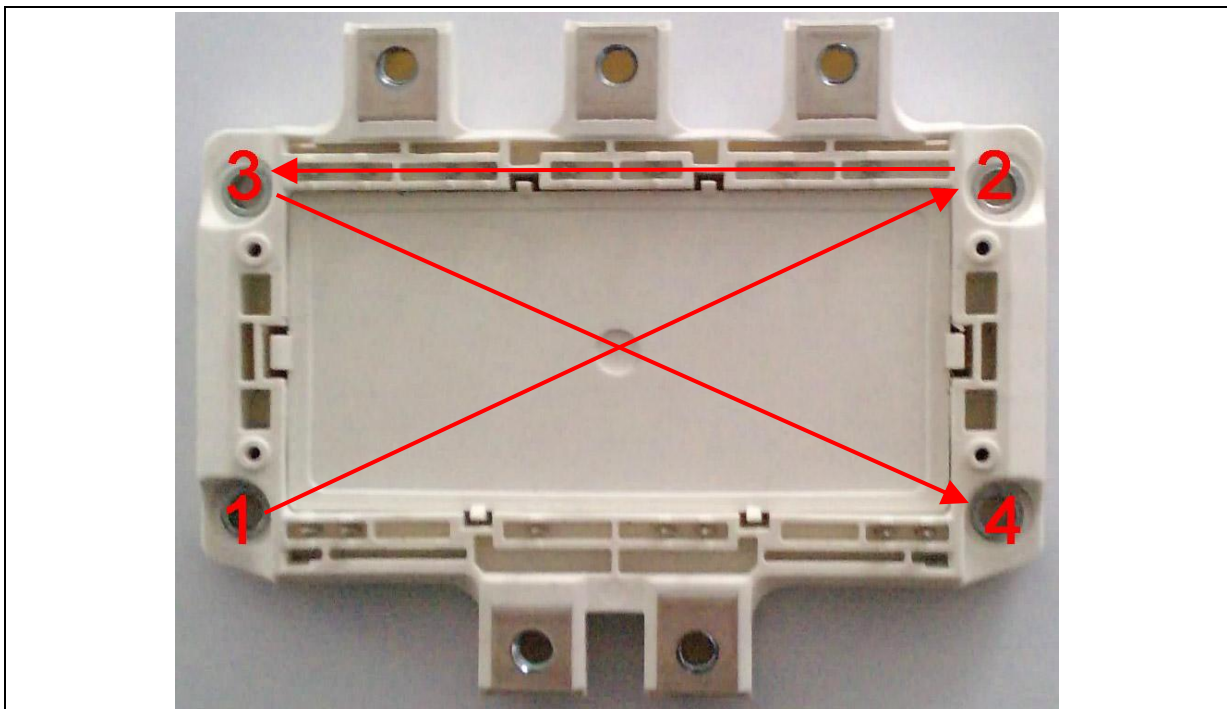

Abbildung 9 Anschraubsequenz zur Modulmontage
2. Schrauben mit 0.5Nm (handfest über Kreuz) in der folgenden Sequenz fixieren (siehe Abbildung 9)